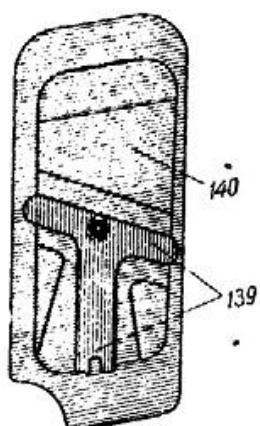

Рис. 41
2. Изгиб закрепляющих планок щечек (139 на рис. 41).
3. Утопание щечек в окне рукоятки (140 на рис. 41).